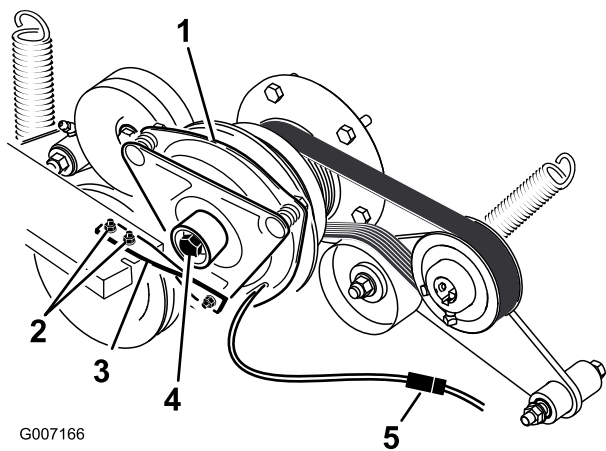

Figure 60
6. Débranchez la connexion électrique de l'embrayage (Figure 60).
7. Déposez les deux boulons qui fixent la barrette d'embrayage en caoutchouc au châssis du plateau de coupe (Figure 60).
8. Déposez le boulon central de fixation de l'embrayage à l'arbre du moteur, et déposez l'embrayage et la clavette (Figure 60).
15. Tout en maintenant le vilebrequin à l'arrière de la machine, posez le boulon central et serrez-le à 68 Nm (Figure 60).
16. Fixez la barrette caoutchouc de l'embrayage sur le châssis du plateau de coupe au moyen des deux boulons et écrous retirés précédemment (Figure 60).
18. Branchez la connexion électrique de l'embrayage (Figure 60).